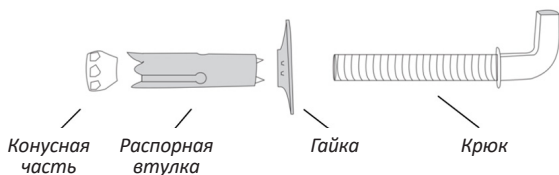

Рис. 2
1. Вставьте анкерные крюки, поднимите крючки вверх, затяните гайки, чтобы надежно зафиксировать. (рис. 2)